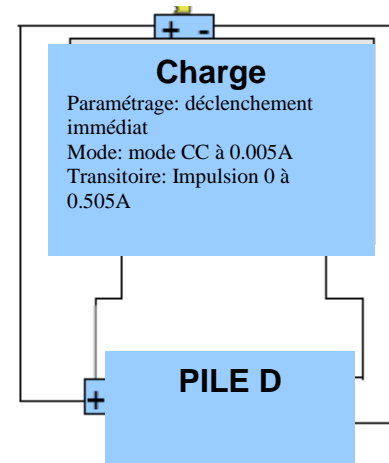

Figure 9. Paramétrage test de la résistance interne de la batterie
Connecter la batterie à la charge. Utiliser le support-batterie ou souder les câbles à la batterie si besoin. Si vous soudez les câbles, ne pas surchauffer la batterie car cela provoquerait une rupture. Connecter deux câbles le plus près possible des bornes de la batterie et les mettre aux bornes de la prise de potentiel à distance de la charge (attention à la polarité). Allumer la charge avec les configurations de « Paramétrage de la charge ». S'assurer que la tension de la batterie est stable et relever la tension V_0 lors du démarrage. Puis déclencher les niveaux du courant transitoire et regarder immédiatement la tension affichée. Dans deux secondes, regarder la tension la plus basse affichée et l'appeler V . Utiliser l'équation (4) pour calculer la résistance interne. Un schéma du paramétrage est fourni Figure 9.
Utiliser les paramètres de test figure 9, la tension (V_0) de stabilisation pour la batterie mesurée est de 1.496 V. Avec une charge de 0.505 A, la tension (V) est de 1.415 V. Utiliser l'équation (4) donne une résistance interne de 0.16 Ω .